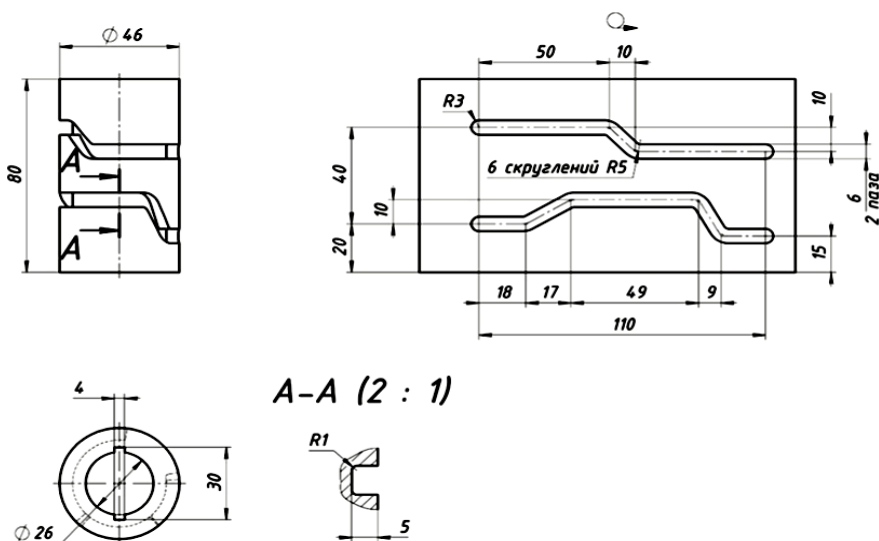

Рис.1. Кресленик деталі *Konip*
2. Створити модель деталі *Копір* за його креслеником (Рис.1), використавши інструмент *Перенос* при побудові пазу на циліндричній поверхні за вказівками, наданими нижче.